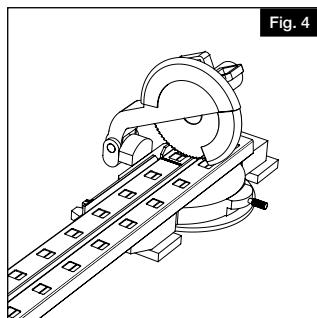

Fig. 4
- Aligner la traverse supérieure sur la traverse inférieure, et couper les deux traverses à l'aide d'une scie à onglets ou d'une scie à métaux [voir les spécifications du fabricant pour le choix de la lame] (Fig. 4).